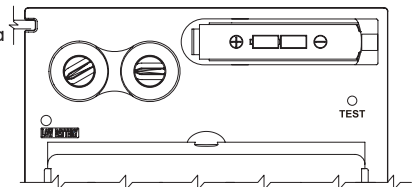

Fig. 1
- **Instalación de la batería.** Cuando el indicador de batería baja se ilumine en rojo, reemplace la batería inmediatamente. Instale la nueva batería según las marcas + y - del terminal (véase fig. 1).
- **Prueba.** Pulse y mantenga para visualizar la selección de tono antes de proceder a la soldadura (véase fig. 1). Después de liberada, la ventana de visualización volverá al modo de luz automáticamente (DIN 3.5).